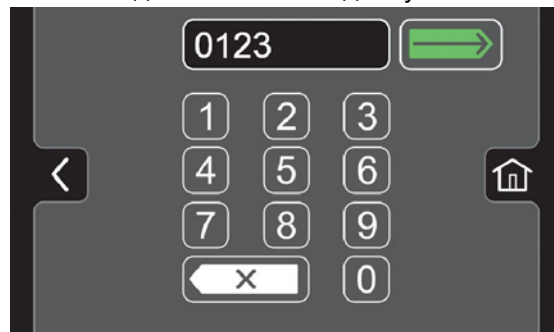

РИС. 144
- Создайте логин-номер для нового профиля пользователя, затем нажмите на зеленую стрелку (Рисунок 144). Новый логин-номер может включать любую комбинацию цифр и быть от 3 до 8 символов в длину.